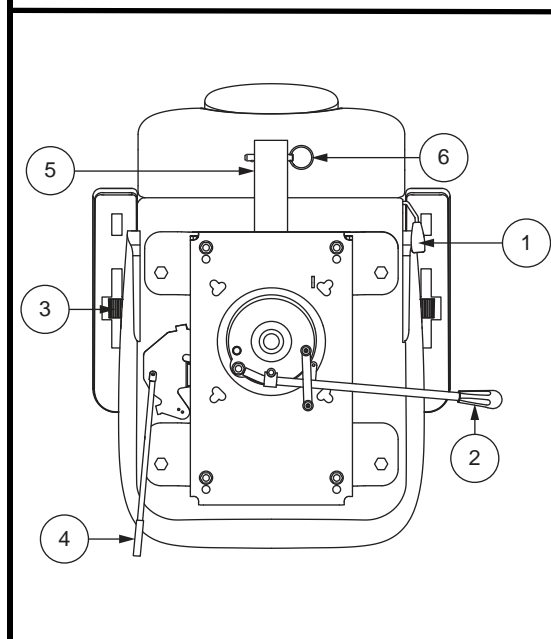

Figure 17. Réglage du siège
Si votre scooter est équipé d'un siège à dossier inclinable, vous pouvez changer l'inclinaison du dossier avec le levier de réglage du dossier. **Voir la figure 17.**
1. Tirer vers le haut l'avant le levier de rotation du siège afin de dégager le siège. **Voir la figure 17.**
Élevez ou abaissez l'inclinaison des accoudoirs en tournant la roulette de réglage sous l'accoudoir. **Voir la figure 17.**
1. Déplacez le levier coulissant du siège (situé sur le côté inférieur gauche du siège) vers l'extérieur. **Voir la figure 17.**
Le support d'accessoire monté à l'arrière vous permet d'attacher un accessoire personnel comme un panier, support pour marchette ou réservoir d'oxygène à l'arrière de votre scooter. Utiliser la goupille de verrouillage afin de bien fixer votre article au support d'accessoire. **Voir la figure 17.** Consultez votre détaillant autorisé pour plus de détails.